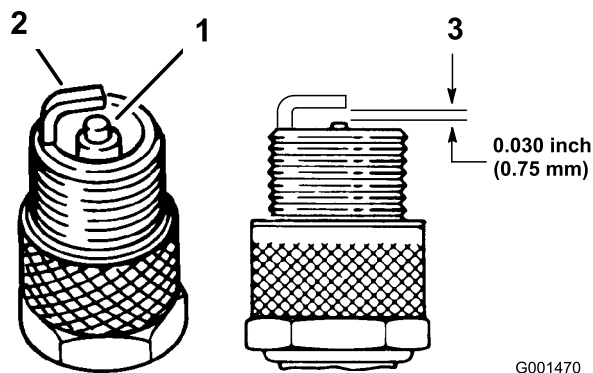

Figura 27
- Verifique a folga entre os eléctrodos central e lateral (Figura 27). Dobre o eléctrodo lateral (Figura 27) se a folga não for a correcta.
- Veja a parte central das velas de ignição (Figura 27). Se verificar uma cobertura castanha ou cinzenta no isolante, o motor está a funcionar correctamente. Uma cobertura preta no isolante indica que o filtro de ar está sujo.
3. Ligue os cabos às velas de ignição (Figura 27).